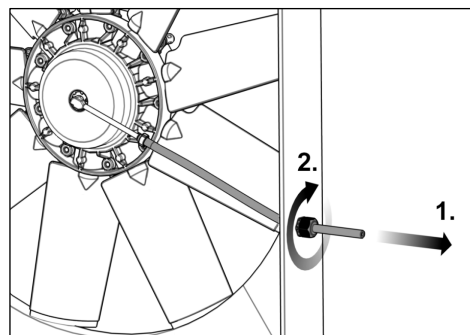

Bild 31
- 24) Spänn tryckslangen (se Bild 31 steg 1) så att den roterande genomföringen kan roteras lite (max 15°).
- 25) Säkra tryckslangen med hjälp av dragavlastningen (se Bild 31 steg 2).